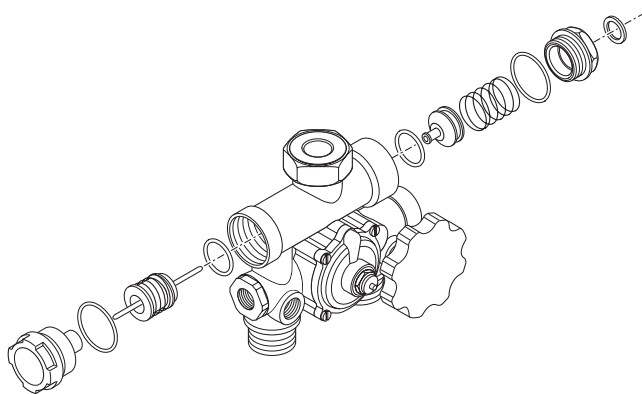

fig. 9
- 9) Rimuovere il gruppo deviatore come si vede in (fig.9).